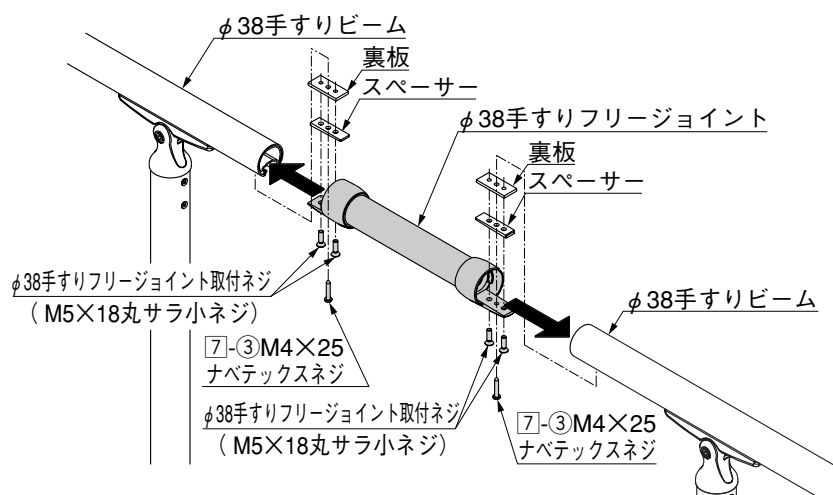

図3-8
③ 図3-8を参照して $\phi 38$ 手すりフリージョイントを $\phi 38$ 手すりビームに挿入して、「 $\phi 38$ 手すりフリージョイント取付ネジ」で取付けてください。
④ $\phi 38$ 手すりフリージョイントの下部の孔に7-③を取付けてください。（図3-8参照）